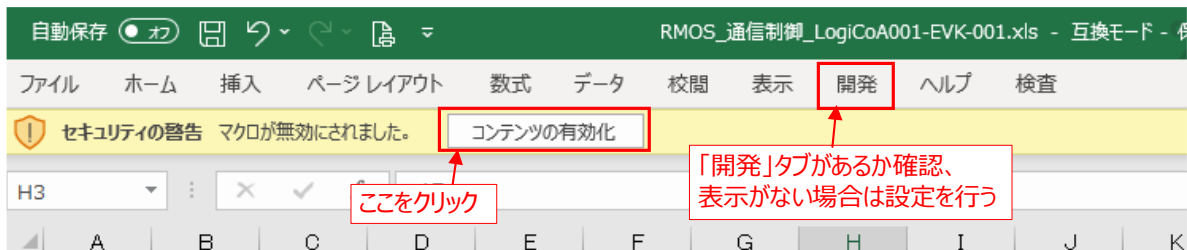

Figure 3-2. Excel のトップ画面
次に Excel で VBA マクロを使用できる設定が出来ているのか確認する必要があります。Excel を開いて Figure 3-2 の「開発」タブが表示されれば VBA マクロが実行できます。
- ①「ファイル」タブをクリックします。
- ②「オプション」をクリックし、Excel のオプションウィンドウが起動します。
- ③「リボンのユーザー設定」を選択します。
- ④右半分のリボン一覧にある「開発」にチェックを入れます。
- ⑤「OK」を押して、Figure 3-2 の「開発」タブが表示されたことを確認してください。